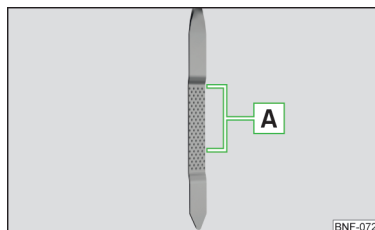

Fig. 139
Nivelul de ulei trebuie să se situeze în zona **A** » fig. 139. Dacă nivelul de ulei este situat sub zona **A**, completați cu ulei.
- Nivelul uleiului nu trebuie să fie în niciun caz în afara domeniului **A** » fig. 139 - există pericol de deteriorare motorului, precum și a instalației de evacuare a gazelor arse.